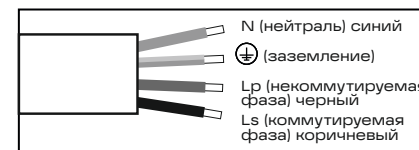

Рис. 6
- 5.15 Выполните электрическое подключение светильника согласно рис. 6. При соединении основной фазы (L) и коммутируемой фазы (LS) между собой светильник работает в режиме постоянного действия. При отсутствии такого соединения светильник работает в режиме непостоянного действия.